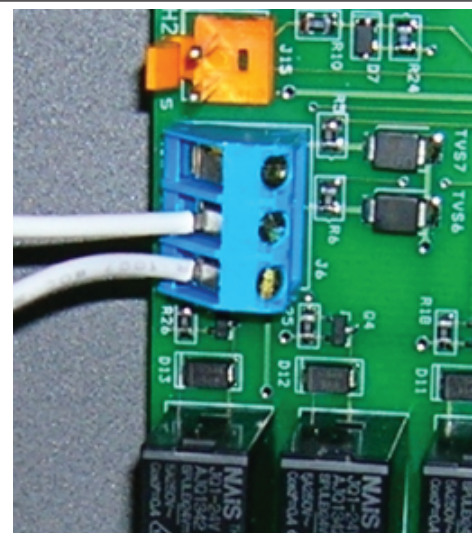

Figure 18. Connection à AquaLink® RS or TSTAT à distance (Connexion à 2 fils)
4. Connecter le câblage du système de commande de la piscine et du spa à la borne de commande à distance du réchauffeur (Voir Figure 18).